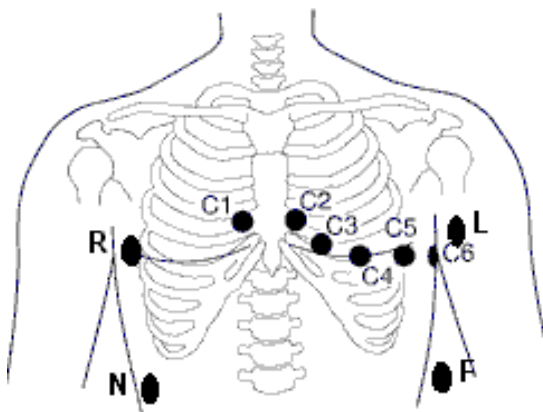

Рисунок 2
7.1.4 Расположение электродов должно быть (рисунок 2) следующим: